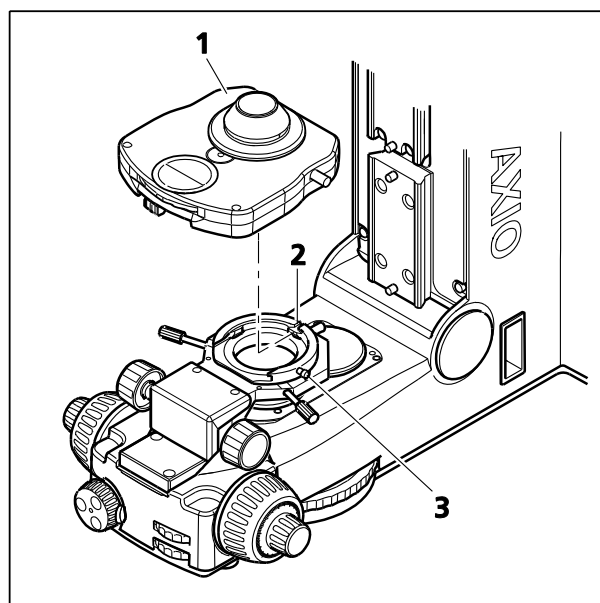

Figure 3-13 Mise en place du condenseur
- Placer le condenseur (Figure 3-13/1) sur le porte-condenseur. Pour ce faire, diriger le goujon situé en bas du condenseur vers la fente (Figure 3-13/2).
- Faire glisser le condenseur dans le porte-condenseur jusqu'en butée, et le fixer à l'aide de la vis de serrage (Figure 3-13/3).